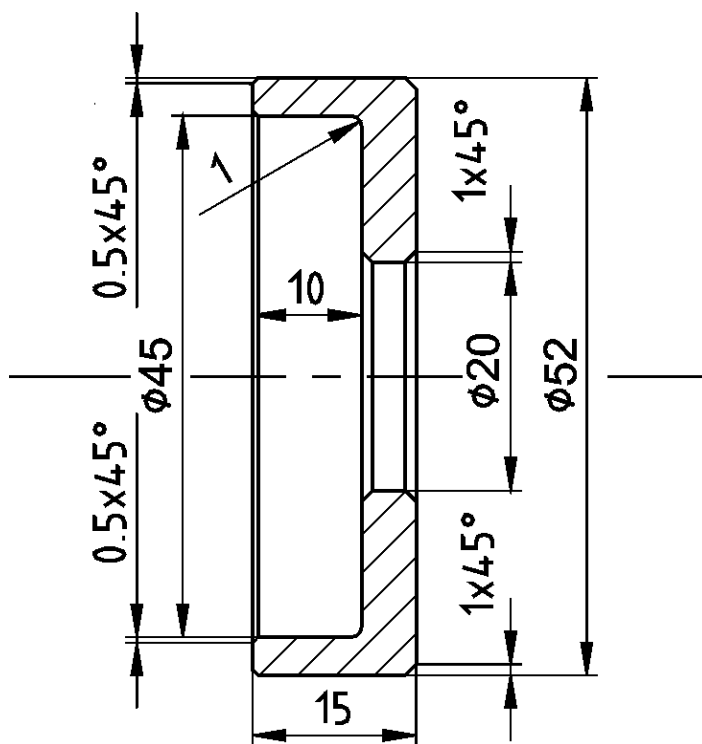

Рис. 7В.1. Шайба специальная
11. Шайба специальная	Рис. 7В.1